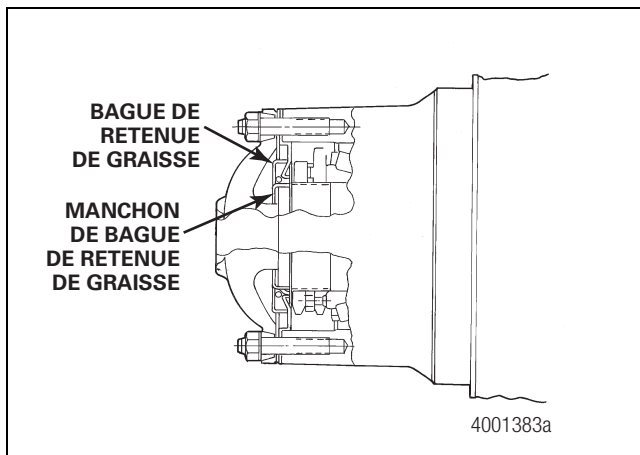

Figure 3.8
2. S'il s'agit de moyeux de roue optionnels lubrifiés à la graisse, retirer la bague de retenue de graisse à l'extrémité du moyeu. Mettre la bague au rebut. Figure 3.8.